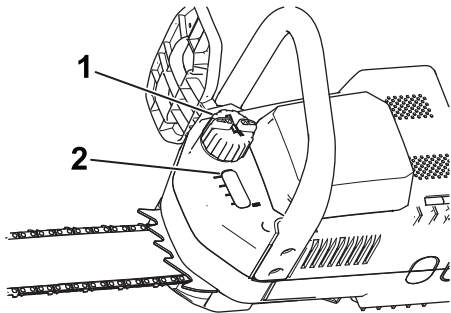

Bild 26
2. Prüfen Sie den Ölstand im Schauglas. Wenn Sie kein Öl im Schauglas sehen, füllen Sie Stangen- und Kettenöl in die Kettensäge (Bild 26).
3. Reinigen Sie den Bereich um den Öldeckel (Bild 26).
4. Nehmen Sie den Deckel ab und gießen Sie Öl in die Kettensäge, bis das Öl das Schauglas füllt (Bild 26).